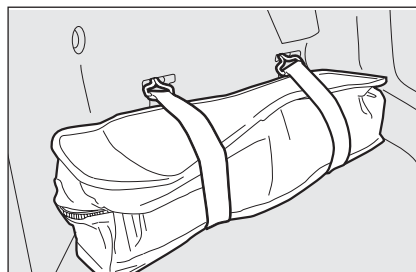

fig. 2
- ☐ abra el portón del maletero, tome la bolsa de herramientas **fig. 2** situada en el lateral izquierdo del maletero desenganchando los elásticos de sujeción y colocándola al lado de la rueda que haya que cambiar;